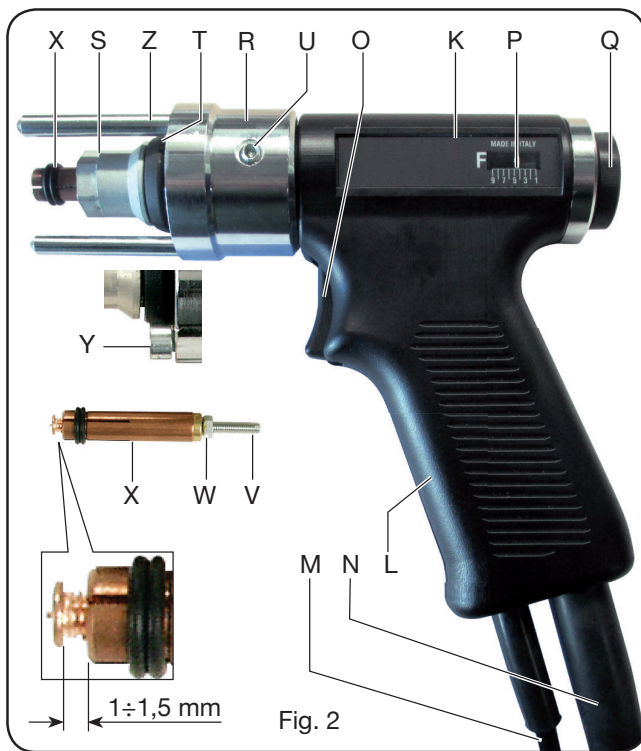

Fig. 2
Inserte la mordaza **X** en el mandril de la pistola (fig. 2), presione hasta sentir que llega a fondo y apriete la tuerca **S** usando la llave hexagonal de 17 mm suministrada adjunta.
- Insertar el espárrago elegido en la pinza **X** (previamente regulada como se describe en la Fig. 2)